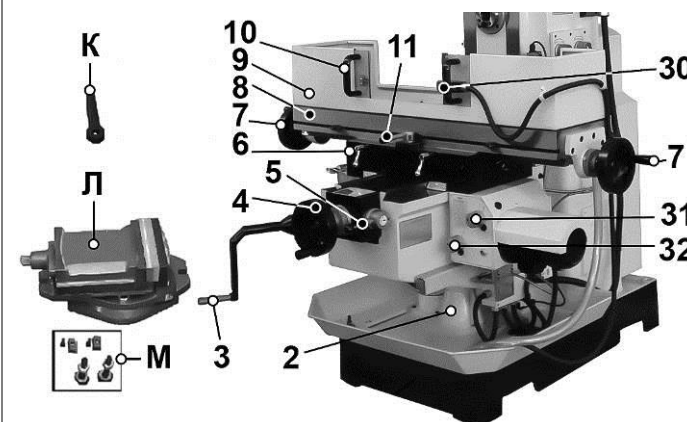

Рис. 34
- 10.7.3. Для **вертикального** перемещения рабочего стола (8) ослабьте фиксатор (65) (Рис. 18а, 18в), движением вперед введите в зацепление ручку подъема/опускания стола (3) (Рис. 34). При вращении ручки (3) по часовой стрелке стол (8) поднимается, против часовой стрелки – опускается.
10.8. Подготовка к работе (Рис. 34 - 38)